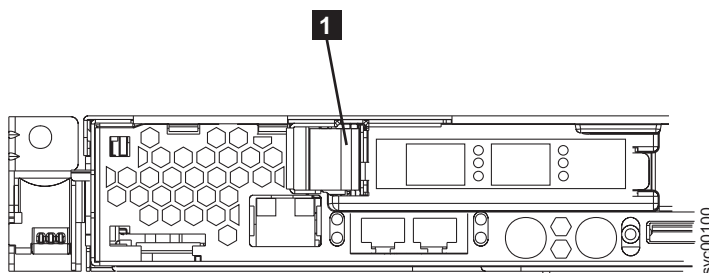

図 116. PCI スロット 1 カード・リテーナー
1. ファイバー・チャンネル・カードをスロット 1 に取り付けます。図 116 を参照してください。